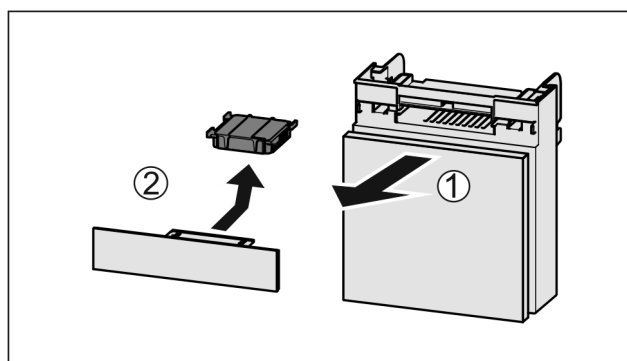

Fig. 164
- ▶ Вытянуть Fig. 164 (1) отделение движением вперед.
- ▶ Извлечение Fig. 164 (2) фильтра с активированным углем.